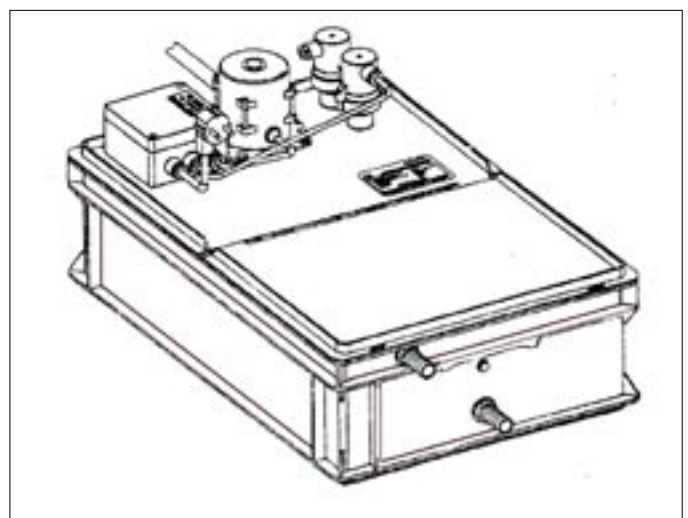

Bild 11 Neutralisationseinrichtung, Typ REM 140
2. Neutralisationseinrichtung Typ REM 140 mit Dosierpumpe (Siehe Bild 11). Das Kondenswasser fliesst in eine Absetzzone und durchströmt anschliessend die Granulatfüllung. Dabei wird das Granulat angelöst und das Kondenswasser neutralisiert (pH-Wert 6,5 bis 10). Danach wird das Kondenswasser mittels einer niveaugesteuerten Pumpe (Förderhöhe 3 Meter) zum Kanal gepumpt.